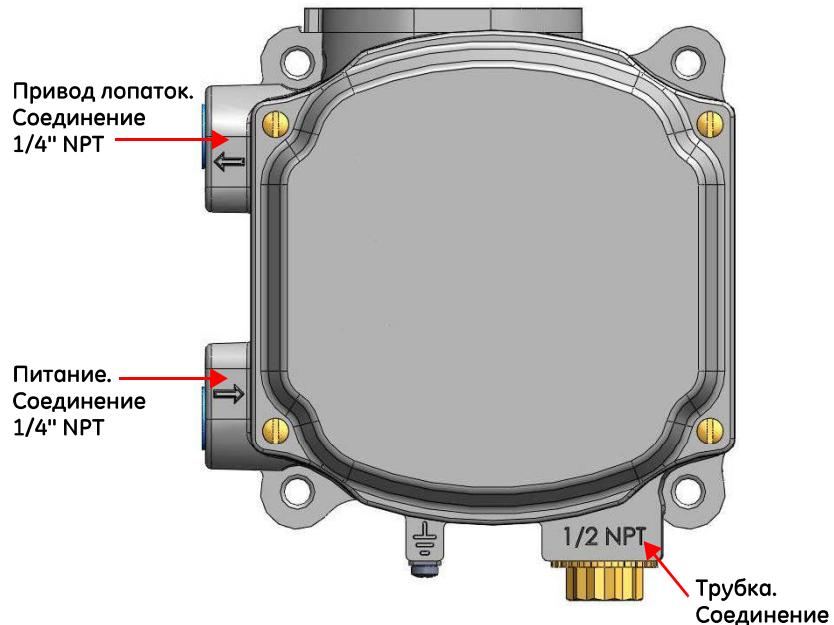

Рис. 17. Отверстия подачи воздуха
1. Присоедините трубку к отверстию подачи воздуха. Минимальный диаметр трубы 1/4" (Рис. 17).